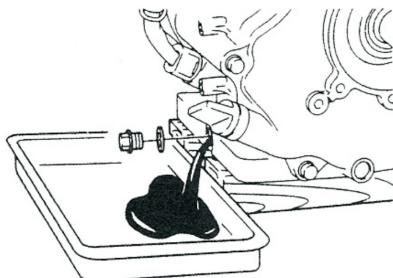

Рис. 21
1. Вывернуть маслозаливную и сливную пробки и слить масло (Рис. 21).